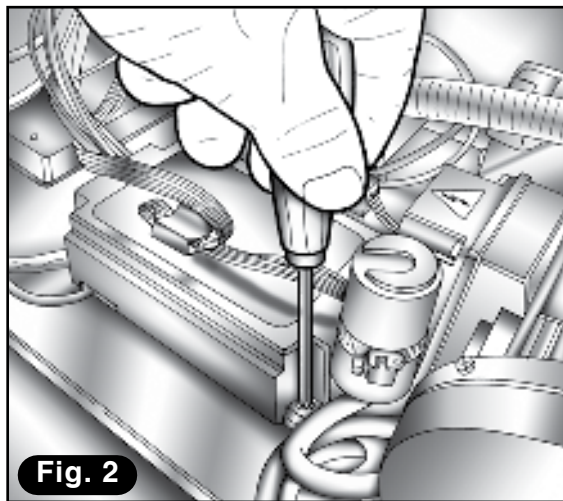

Fig. 2
- 2) Dévisser le capot de protection de la carte de puissance (**Fig. 2**).